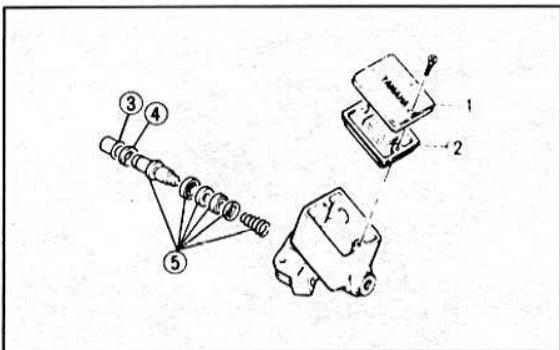

Bild 303
- Die Bremsschläuche am Zylinder anschliessen. Anzugsmoment 25 Nm (Bild 303).